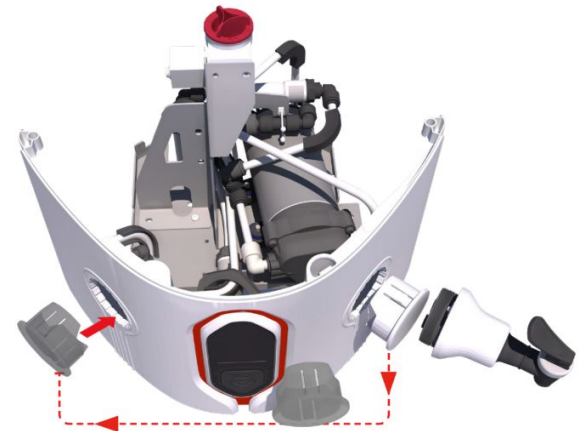

Fig. 5
1. MOVA a torneira de distribuição do lado ESQUERDO para a sua nova localização de distribuição no lado DIREITO. REMOVA a tampa branca puxando com firmeza para soltar os cliques. (Fig. 5)
2. MOVA e INSERIR a tampa branca no orifício da torneira de distribuição ESQUERDA. EMPURRE com firmeza para fixar no lugar. (Fig. 5)